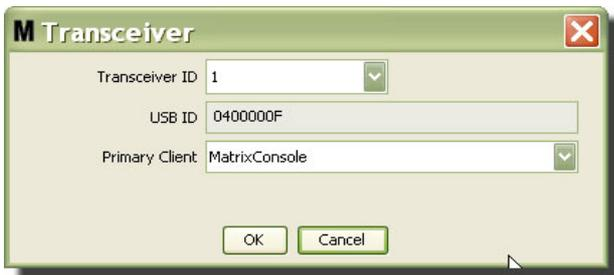

ABB. 63
3. Das Fenster „Ändern“ aus ABB. 63 wird angezeigt. In diesem Fenster können Sie die Sendempfangener-ID ändern, die dem Sendempfangener zugeordnet ist. Die USB-ID wird ebenfalls im Fenster gezeigt, lässt sich jedoch nicht bearbeiten. Sie dient nur zur Information.